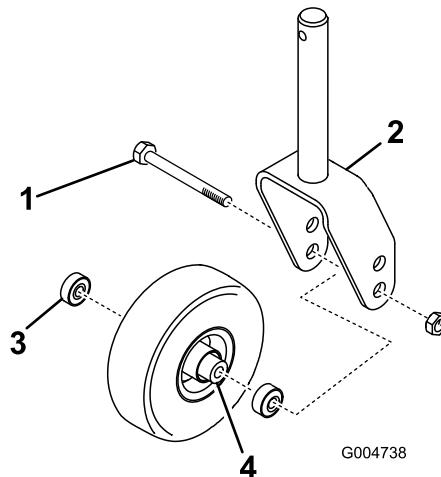
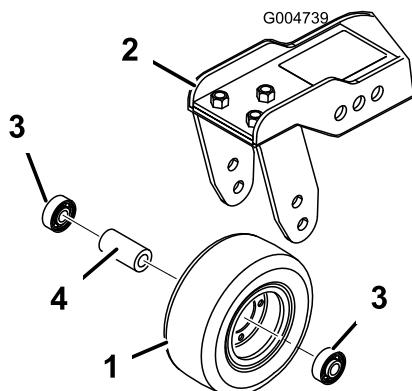

Bild 112
Bild 113
1. Entfernen Sie die Sicherungsmutter von der Schraube, mit der das Laufrad zwischen der Laufradgabel (Bild 112) oder dem Laufradgelenkarm (Bild 113) befestigt ist.
2. Entfernen Sie das Lager aus der Radnabe und lassen das Lagerdistanzstück herausfallen (Bild 112 und Bild 113).